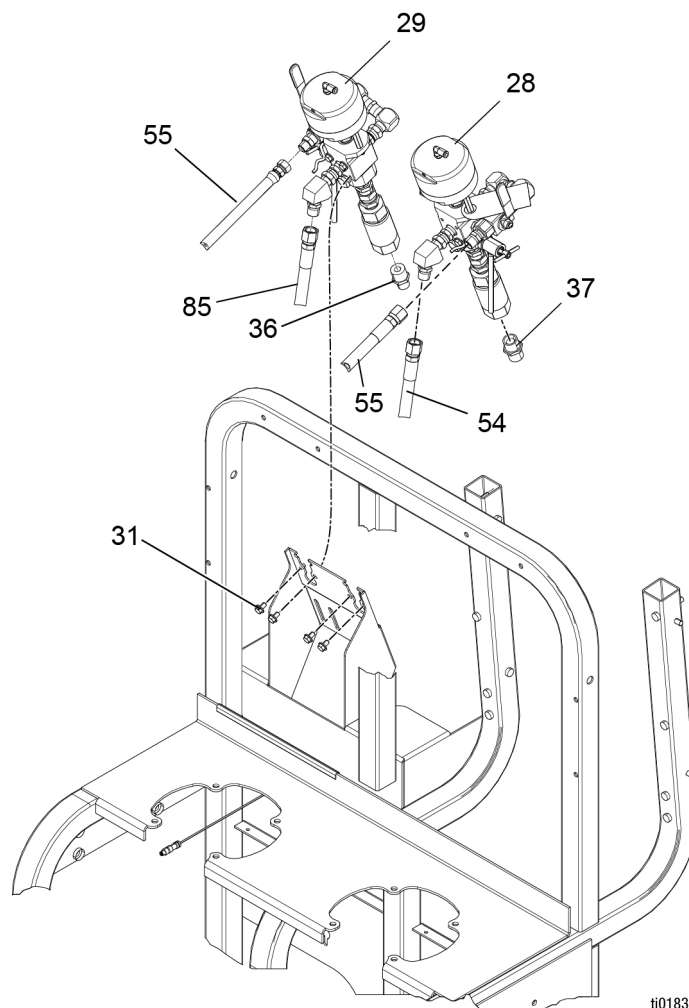

FIG. 6
3. Desconecte todas las líneas de fluido de las válvulas dosificadoras (28 o 29). Consulte la FIG. 6.
5. Desconecte el sensor de presión (831) del FCM (507). Consulte la sección **Esquemas eléctricos**, página 46.
6. Quite los dos tornillos (31) que sujetan la válvula dosificadora al soporte.